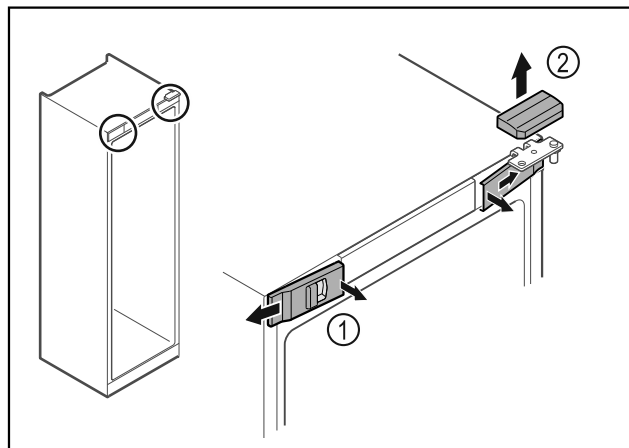

Fig. 9
- Vordere Abdeckungen Fig. 9 (1) innen ausrasten und zur Seite abnehmen.
- Obere Abdeckung Fig. 9 (2) nach oben abnehmen.